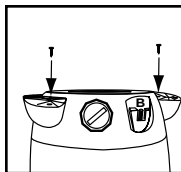

FIGURE 4
4. Fixez avec les vis fournies. **FIGURE 4.**